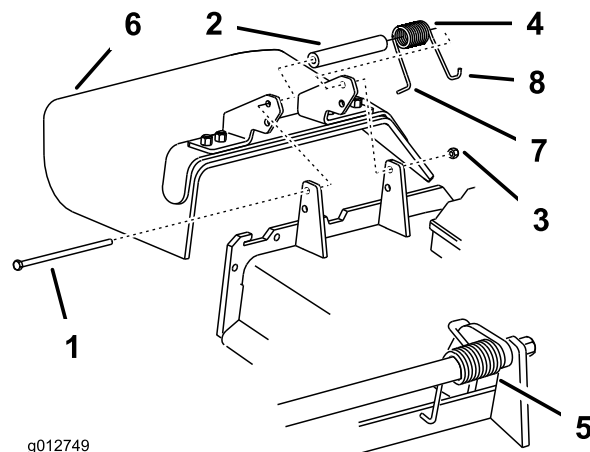

Figure 60
1. Retirez le contre-écrou, le boulon, le ressort et l'entretoise qui fixent le déflecteur aux supports de pivot (Figure 60). Enlevez le déflecteur s'il est endommagé ou usé.
Remarque: Prenez soin de placer l'extrémité en L du ressort derrière le bord du tablier avant de mettre le boulon en place, comme indiqué à la Figure 60.
3. Remettez le boulon et l'écrou. Accrochez l'extrémité en J du ressort au déflecteur d'herbe (Figure 60).